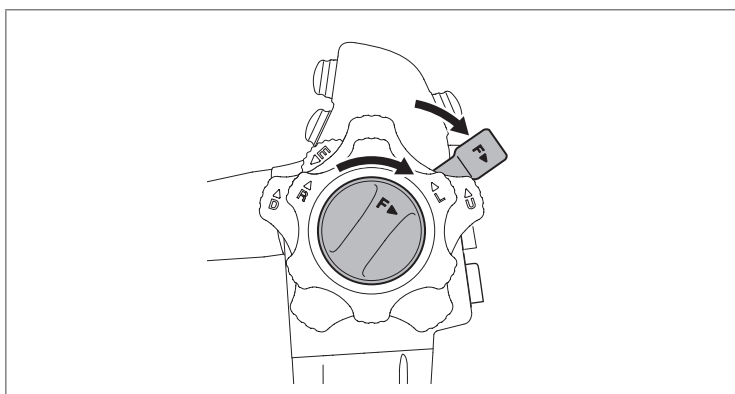

Figura 3.9
11. Verificați dacă corpul de control, conectorul de PVE și contactele electrice prezintă anomalii, de exemplu zgârieturi, deformări, piese slăbite etc. Acordați o atenție deosebită verificării pieselor prezentate în Figura 3.9. Folosind un tifon curat, care nu lasă scame, țineți cu grijă aceste piese și mișcați-le în diferite direcții pentru a vă asigura că nu prezintă anomalii, de exemplu dacă nu sunt slăbite.